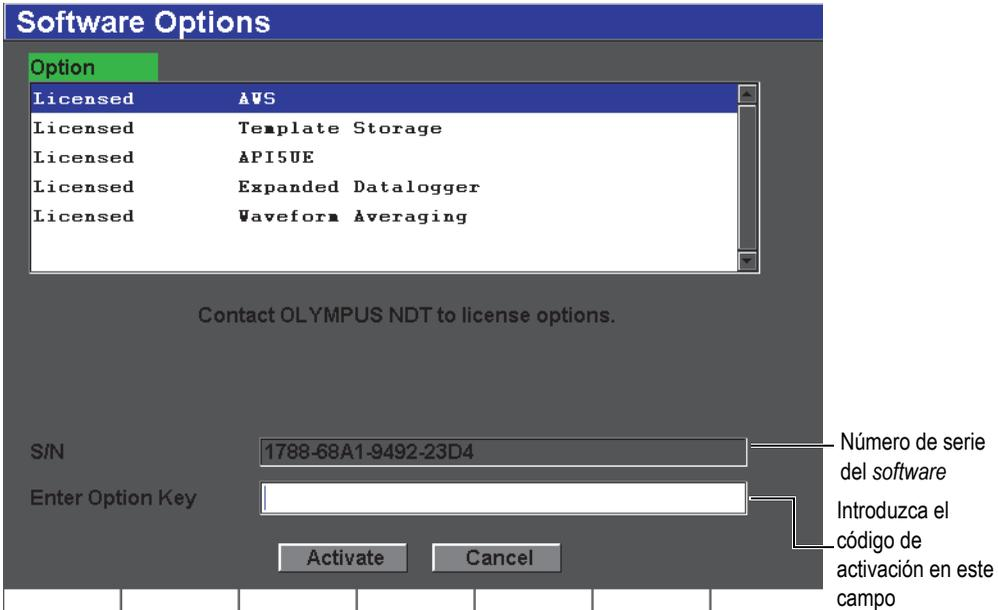

Figura 12-1 Zona de texto para introducir el código de activación
1. Seleccione **Inst Setup > Software Options** para abrir la página de configuración de las herramientas opcionales (véase la Figura 12-1 en la página 228).
6. Introduzca el código de activación en el campo **Enter Option Key** (véase la Figura 12-1 en la página 228).